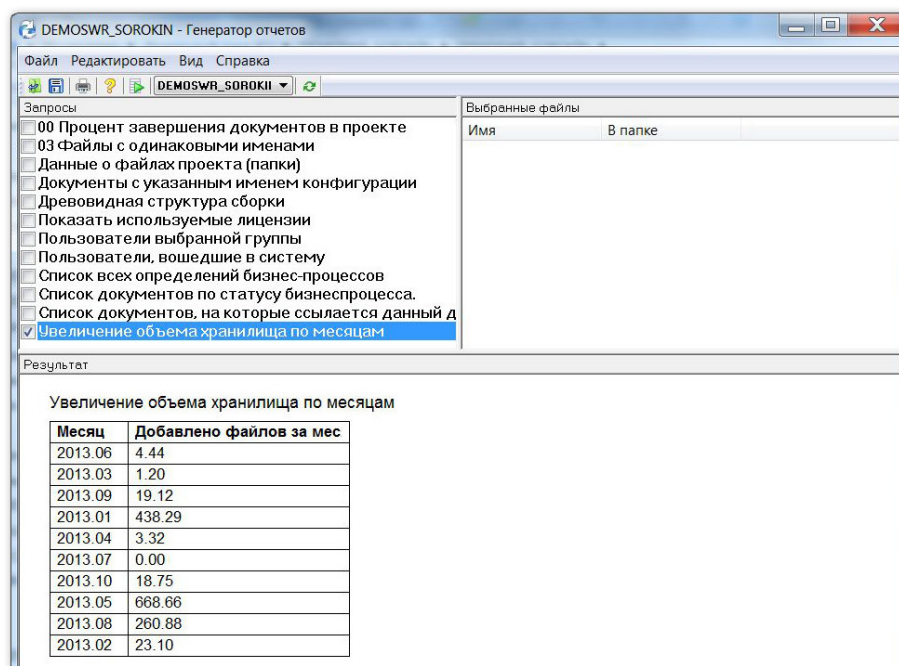

Рис. 11 - Генератор отчётов PDM
- Увеличение объема хранилища по месяцам - Отчет выводит Увеличение объема хранилища по месяцам (рис. 11).